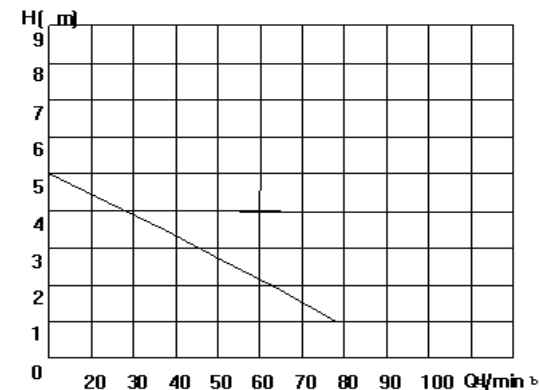

Рис.1
3.1 Гидравлическая характеристика установки (Рис.1)